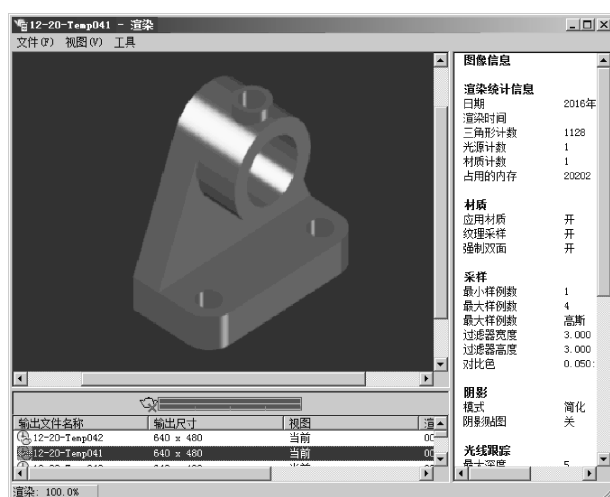

图 10-23 快速渲染
3) 在功能区单击“渲染”选项卡→“渲染”面板→“渲染”按钮，对“轴承座”三维模型执行快速渲染，如图 10-23 所示。